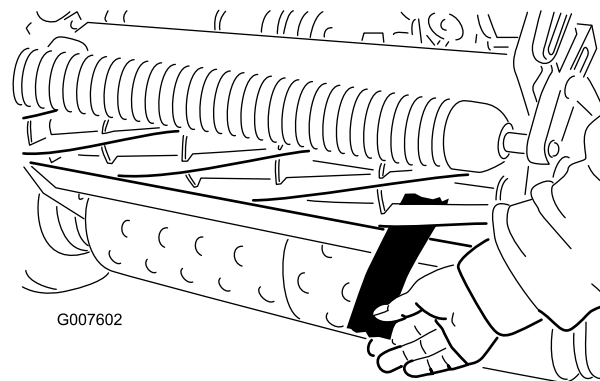
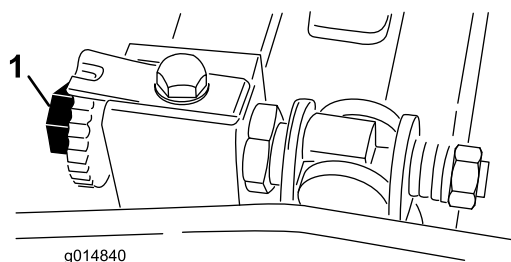

図 46
図 45
2. ベッドバー調整ネジ（図 45）を左に回して、リールと下刃の接触を完全になくす。
4. リール前面の左右いずれかの端を選び、リールと下刃の間に、長く切った新聞紙片を差し入れる（図 46）。リールをゆっくり前回転させながら下刃調整ネジを締める（新聞紙を入れた側の調整ネジを、1目盛りずつゆっくりと）。新聞紙を前から（ベッドナイフの上面に平行に）入れると軽く挟まれ、引き抜くのに少し力が必要な程度に調整する（図 45）。
6. 両側の調整ができれば最終確認を行う：紙片をリールの前から差し込んだ時にははさむだけ、下から差し込むと切れるのが正しい調整である（図 46）。リールと下刃のごくわずかの接触で紙が切れなければいけない。接触を強くしないと切れない（リール回転トルクが0.8Nm上）場合には、鋭利な刃先を取り戻して精密なカットができるようにバックラップか研磨を行うことが必要； トロ研磨マニュアルを参照。